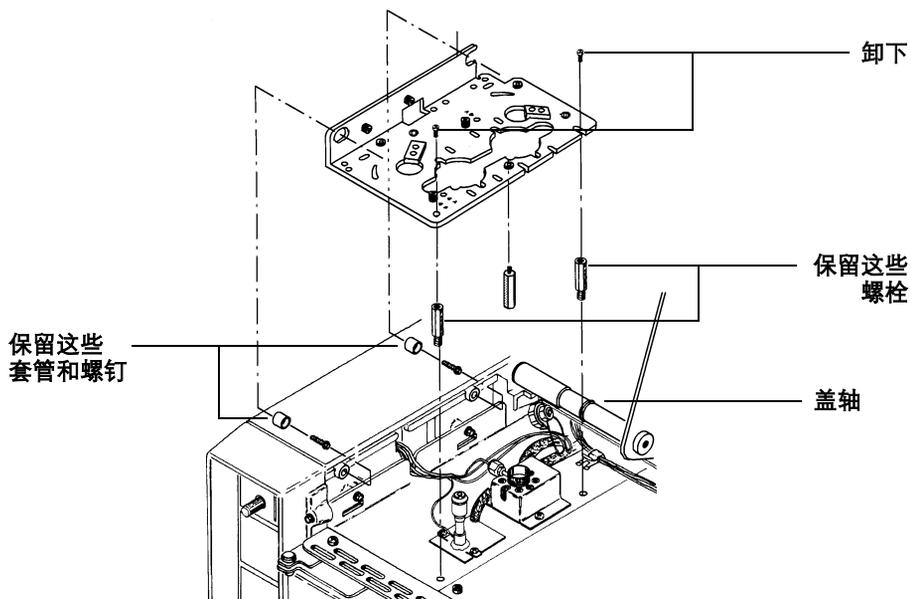

图 4 卸下进样器支架
5 卸下将支架和 GC 顶端的螺栓固定在一起的两颗螺钉。请参阅图 4。
请勿卸下图 4 中显示的从左侧穿过支架的套管或将支架固定在 GC 顶端的螺栓。这些零件将用于安装新支架。
- 2 如果没有套管，请使用自攻螺钉将两个进样器支架套管安装在 GC 侧板上（图 4）。请勿将螺钉拧得过紧。